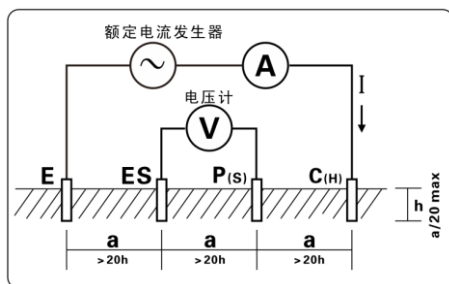

图 2 (土壤电阻率测量原理图)
4. 土壤电阻率(ρ)测量采用 4 极法(温纳法): E 接地极与 C(H)电流极间流动交流电流 I, 求 P(S)电压极与 ES 辅助地极间的电位差 V, 电位差 V 除以交流电流 I 得到接地电阻值 R, 电极间隔距离为 a(m), 根据公式 $\rho = 2\pi a R (\Omega m)$ 得出土壤电阻率的值, C(H)-P(S)的间距与 P(S)-ES 的间距相等时(都为 a)即为温纳法。为了计算方便, 请让电极间距 a 远大于埋设深度 h, 一般应满足 $a > 20h$, 见下图 2。